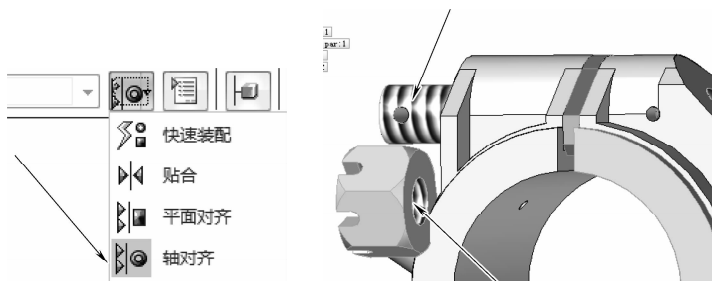

图 8-95 选择“轴对齐”
(4) 在【装配】的下拉箭头中选择【轴对齐】按钮,如图8-95所示。